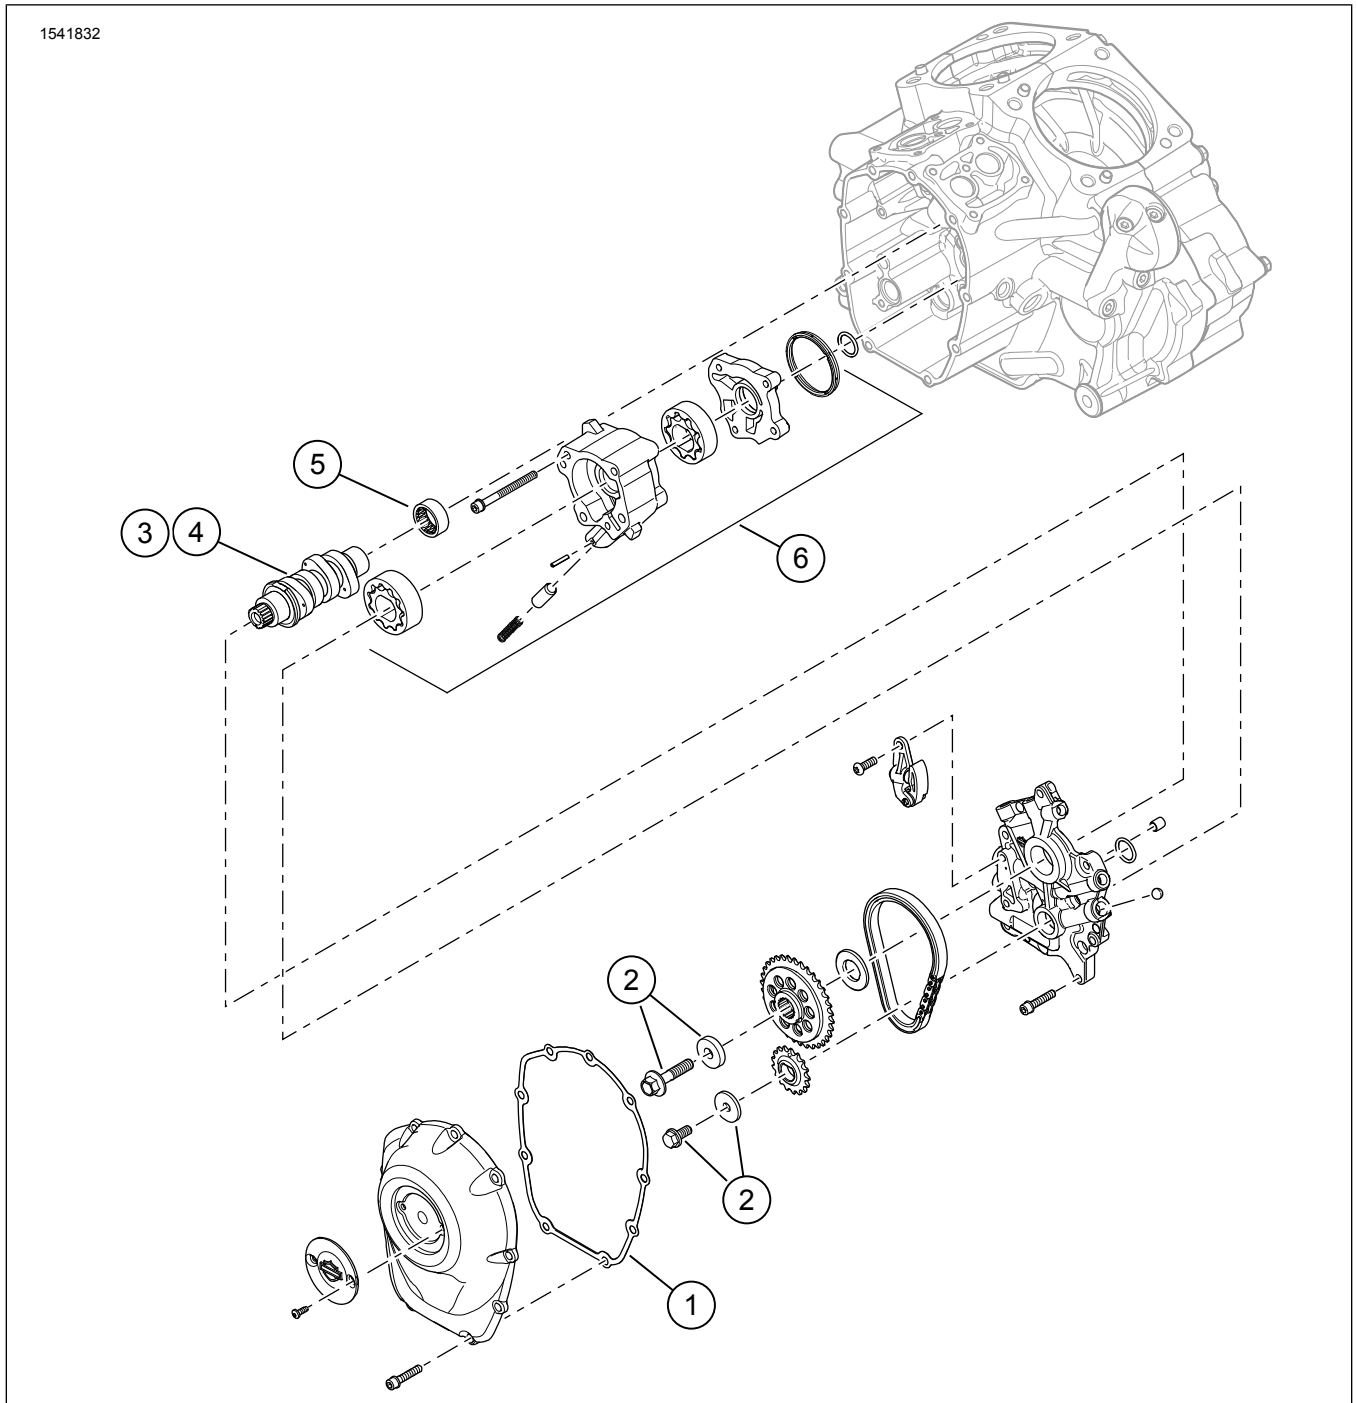

Figure 4. Pièces de rechange : Kit Stage 2 Milwaukee-eight Screamin' Eagle
1. Voir la figure 4. Poser la pompe à huile. Consulter le manuel d'entretien.